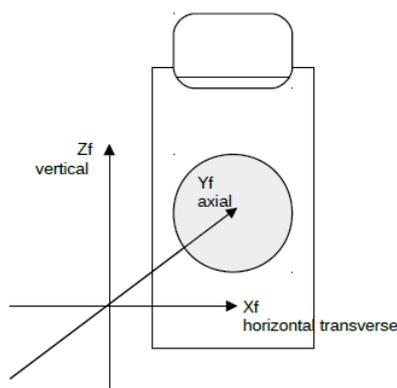

図 1. 固定座標系
- 治療機の回転方向、スケール、そして動きは IEC 規約 (IEC-1217) が用いられています。固定座標系( $X_f$ ,  $Y_f$ ,  $Z_f$ )は、図 1 に示す方向に従って定義されます。